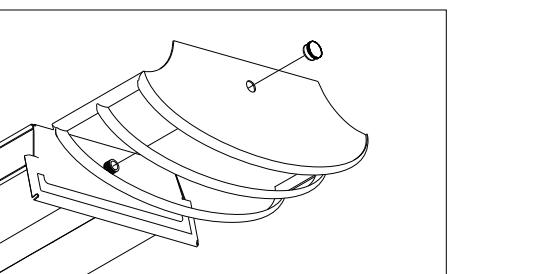

Figure 3
- Installer un embout décoratif** à une extrémité de l'appareil sur la tige filetée apparente, fixer à l'aide d'un faîteau décoratif. **Voir la Fig. 3.**
8. **Guide the pins on one end of the Lamp into one Lampholder** (8). Guide other end of Lamp into opposite Lampholder. Rotate Lamp ¼ turn in either direction until seated.
10. **Install Decorative End** onto one end of the fixture by placing over exposed threaded nipple-secure with Decorative Finial. See Fig. 3.